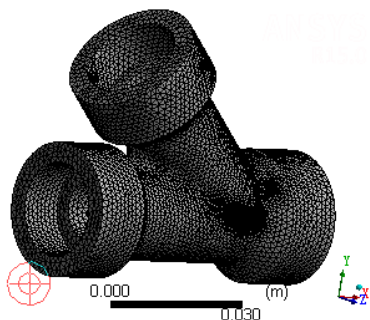

图 3-78 网格效果
- 步骤 05** 执行  Generate Mesh 命令生成网格,此时所选面的网格比邻近面的网格要细,如图 3-78 所示。